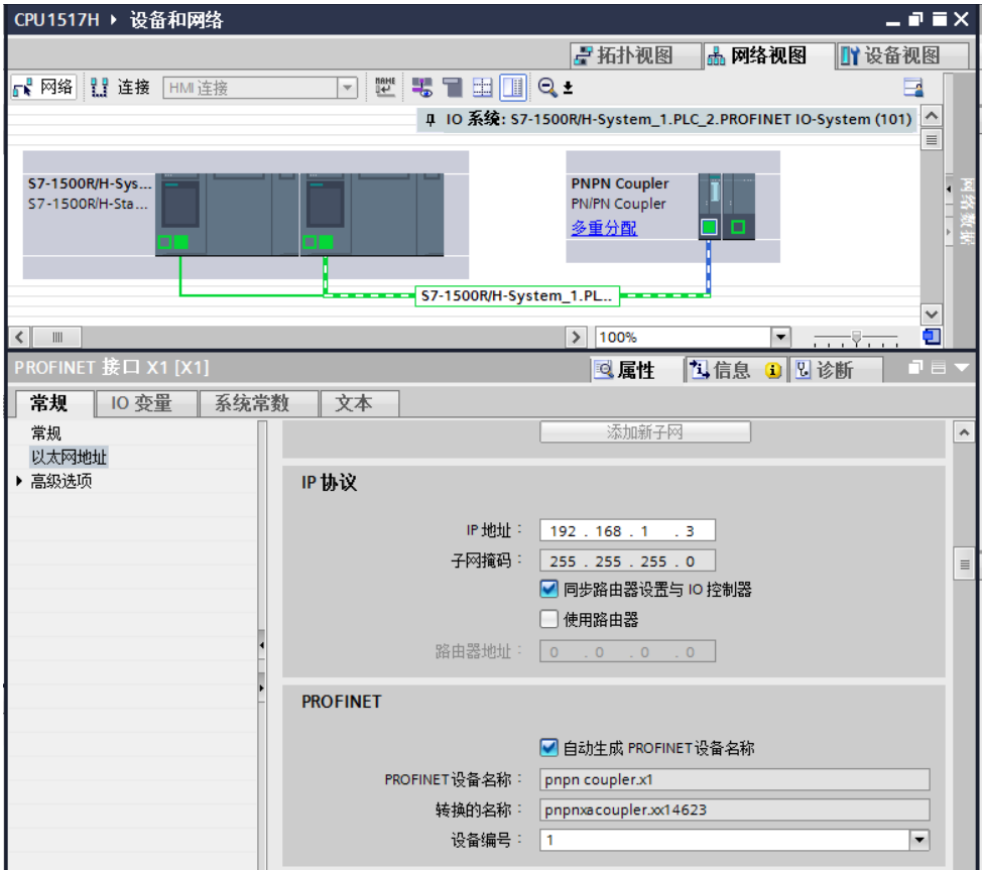

图 2-6 设置 PROFINET 接口 X1 的 IP 地址和设备名称
4) 上步操作完成后，PN/PN Coupler 左下角显示“多重分配”，接下来设置 PROFINET 接口 X1 的 IP 地址和设备名称。本例中使用默认设置，如图 2-6。